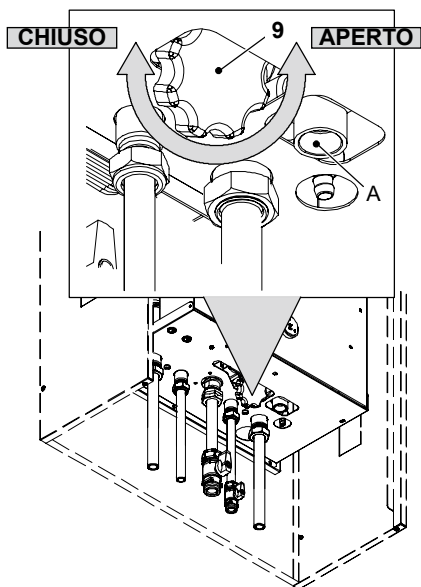
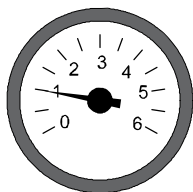

Figura 3.1
Figura 3.2
Aprite il rubinetto di riempimento 9 in Figura 3.1 posto sotto la caldaia e verificate contemporaneamente la pressione del circuito riscaldamento sul manometro in Figura 3.2.
Verificate la pressione del circuito di riscaldamento in Figura 3.2, ed eventualmente provvedete al riempimento, vedere "Riempimento del circuito riscaldamento" a pag. 9.
**Pressione bassa del termomanometro 2 in Figura 3.2**
**Esce acqua dalla valvola di sicurezza A in Figura 3.1**
Controllate che il rubinetto di riempimento 9 in Figura 3.1 sia ben chiuso.
Controllate sul termomanometro in Figura 3.2 che la pressione del circuito di riscaldamento non sia prossima a 3 bar; in questo caso si consiglia di scaricare parte dell'acqua dell'impianto attraverso le valvole di sfogo d'aria presenti nei termosifoni in modo da riportare la pressione ad un valore regolare.